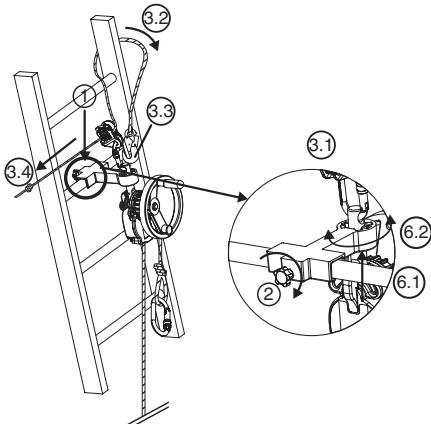

Fig. 7
6.3.3. Aparato Derope™ UP K (Fig. 7)
1. Colocar la consola de apoyo pequeña en el barrote de la escalera en la posición requerida para realizar la operación de salvamento, por encima de la persona a evacuar (Fig. 7, 1).
2. Apretar el eje de bloqueo que se encuentra en la parte trasera de la consola de apoyo mediante el botón de apriete (Fig. 7, 2).
- Fijar el conector del dispositivo de ajuste LCM 05 en el agujero de la parte superior del eje de enganche (Fig. 7, 3.1).
- Pasar la correa de aseguramiento alrededor del barrote de la escalera situado encima de la consola rodeando uno de los montantes de la escalera (Fig. 7, 3.2).
- Conectar el conector de la correa de aseguramiento en el conector del dispositivo de ajuste LCM 05 (Fig. 7, 3.3).
- Tensar la correa de aseguramiento tirando del ramal libre (Fig. 7, 3.4).
6. Orientar el aparato Derope™ según la necesidad modificando la posición del eje de enganche en el dispositivo de indexación (Fig. 7, 6.1 – 6.2).